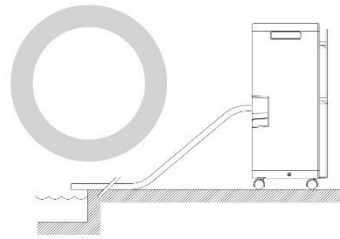

Fig 2
- 3.6. Drenaje adecuado del agua de condensación con conexión de manguera ! Asegúrese de que la manguera tenga siempre una ligera inclinación hacia abajo (ver Fig. 2 y Fig. 3).